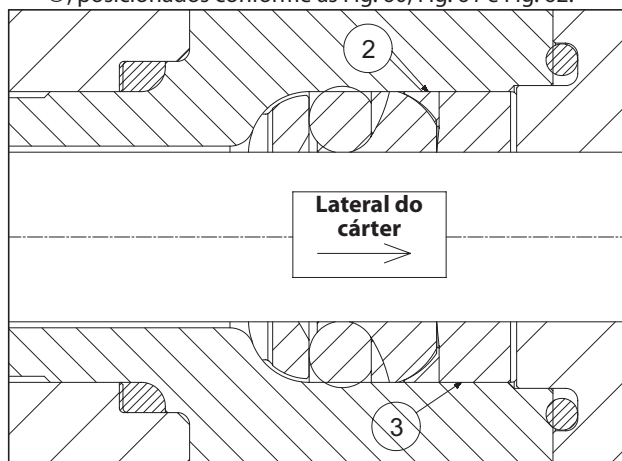

Fig. 62
- Introduza o anel anti-extrusão ② e a bússola de vedação ③, posicionados conforme as Fig. 60, Fig. 61 e Fig. 62.
A bússola das vedações ③ deve ser introduzida na camisa com as descargas viradas para o exterior (lateral do cárter), conforme indicado nas Fig. 61 e in Fig. 62.